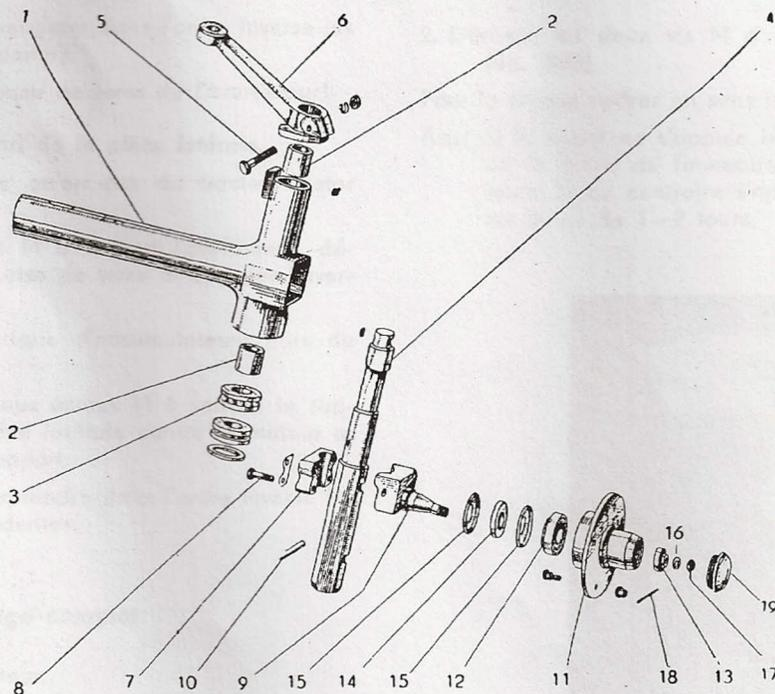

Fig. 64
Dans l'embout de l'essieu avant (fig. 64) repose sur les deux bagues (2) et sur un roulement axial (3) le pivot d'essieu (4) dans la partie supérieure duquel est visé par la vis (5) la bielle pendante de direction (6). A l'aide de l'étrier (7) le pivot de roue sur fusée (9) est serré contre le pivot, par les vis (8). La goupille (10) rentre dans l'entaille du pivot et détermine ainsi le dégagement au-dessus du sol du tracteur aratoire ou du tracteur cultivateur (seulement dans le cas du tracteur Zetor 2511 et 3511). Le moyeu de la roue avant (11) est monté sur les deux roulements